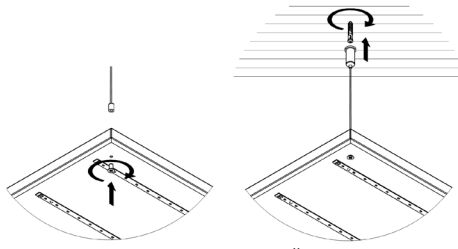

Рисунок 11 — Подвесной монтаж.
- 5.5.2. Установите на светильнике тросовые подвесы. Рекомендуется использовать комплект подвесного монтажа Geniled. Для монтажа светильника серии Office Comfort, необходимо 2 комплекта. См. рисунок 11.